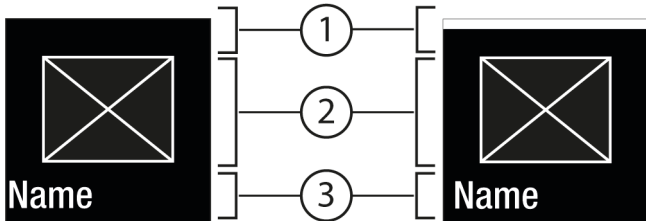
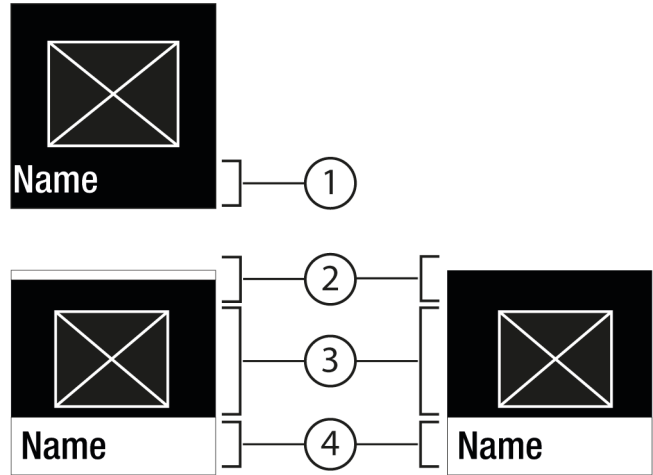

Fig. 6
Fig. 7
- Med Bekreft Fig. 5 (2) henter du undermenyen Fig. 7 (4).
- Still inn ny verdi: Med Bekreft Fig. 5 (2) velger du en deaktivert verdi Fig. 6 (1).
- Tilbake til menyen: Med Bekreft Fig. 5 (2) velger du den allerede aktiverte verdien Fig. 6 (2).
- ▷ Status: aktivert *Fig. 6 (1)* vises kort i undermenyen *Fig. 7 (4)*.